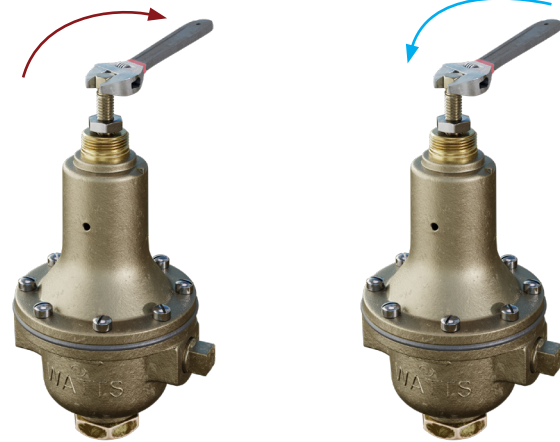

Figure 2
Ajustez le régulateur de réduction de pression sur le point de réglage de pression désiré en tournant la vis de réglage vers l'entrée (IN), dans le sens horaire pour augmenter ou vers la sortie (OUT) dans le sens antihoraire pour diminuer la pression en aval. Laissez le système se stabiliser (voir la figure 2).